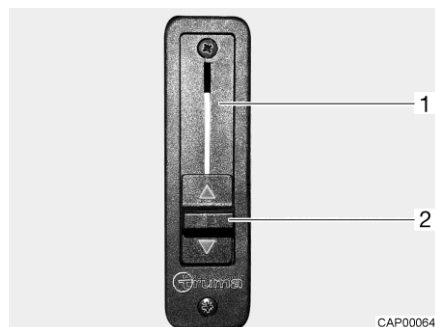

Bild 39 Skjutreglage för kanalspärren
- Öppna kanalspärren: ■ Skjut skjutreglaget (Bild 39,2) hela vägen upp. Kanalspärren (Bild 39,1) är öppnad. Värmesystemet för bodelen värmer även vindrutan.
- Stänga kanalspärren: ■ Skjut skjutreglaget (Bild 39,2) hela vägen ner. Kanalspärren är stängd. Värmesystemet för bodelen och basfordonets värmesystem är separerade sinsemellan.